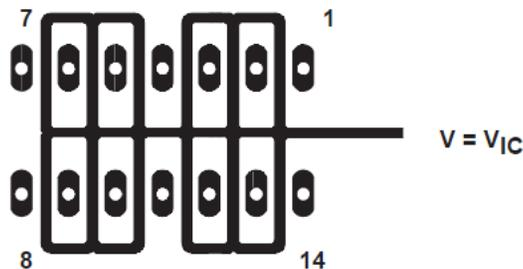
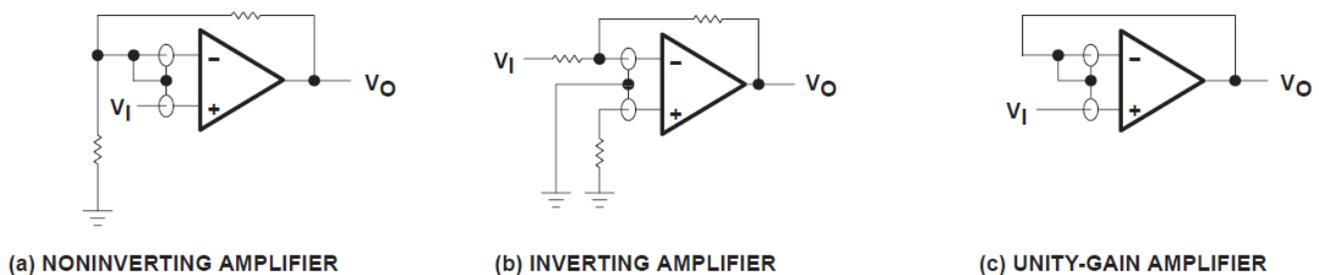

图 5-4. 器件输入端周围的隔离金属（J 和 N 封装）
图 6-3. 防护环方案
1. 将器件与其他潜在的泄漏源隔离。在设备输入端周围和之间使用接地屏蔽层（请参阅图 5-4）。否则可能流向输入端的泄漏电流被分流。
由于极高的输入阻抗和由此产生的低偏置电流要求，TLC274 和 TLC279 非常适合低电平信号处理；然而，印刷电路板和插座上的泄漏电流很容易超过偏置电流要求并导致器件性能下降。在输入端周围安装防护环（类似于节 5 部分中的图 5-4）是一种很好的做法。在与共模输入相同的电压电平下，必须从低阻抗源驱动这些防护装置（请参阅图 6-3）。